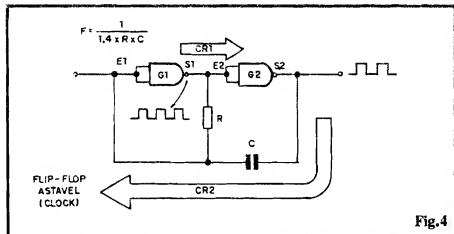
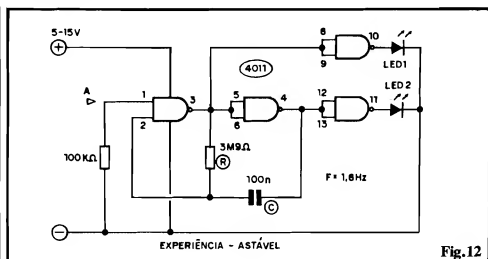

Fig.4
Fig.12
- FIG. 4 - FLIP-FLOP ASTÁVEL (CLOCK) COM GATES C.MOS... Usando, por exemplo, dois gates NAND contidos num C.MOS 4011, é muito simples a elaboração de um ASTÁVEL ou CLOCK... Notem que - no caso - ambas as Entradas de cada um dos gates foram "juntadas", fa-
- FIG. 5 - CONFIRMANDO A ESTRUTURA SIMÉTRICA DO ASTÁVEL COM GATES C.MOS - Para ficar mais fácil perceber a semelhança estrutural do circuito da fig. 1 com o da fig. 4, desenhamos este último de outra maneira (mas mantendo as conexões elétricas rigorosamente como estão na fig. 4). Observem, então, a simetria da "gangorra" elétrica, Entradas, Saídas, percursos de realimentação, etc. É mais comum, nos "esquemas", vermos o ASTÁVEL com **gates** desenhado nos moldes da fig. 4, porém o Leitor/"Aluno" deve sempre reconhecer nele, a estrutura simétrica mostrada na fig. 5...
- FIG. 12 - (EXPERIÊNCIA) - ASTÁVEL - Monte o circuito, no proto-board, de acordo com o esquema, ligue a alimentação e verifique o funcionamento, que mostrará ambos os LEDs piscando alternadamente, numa Frequência de aproximadamente 1,8Hz (quase duas alternâncias por segundo...). Se quiser, experimente mudar os valores de R e/ou de C, observando o que tais alterações "fazem" com a Frequência de alternância na iluminação dos LEDs... Procure, também, descobrir "o que" os gates delimitados pelos pinos 8-9-10 e 11-12-13 estão "fazendo" no circuito (já que no diagrama básico do ASTÁVEL - fig. 4), tais gates não estão presentes...).